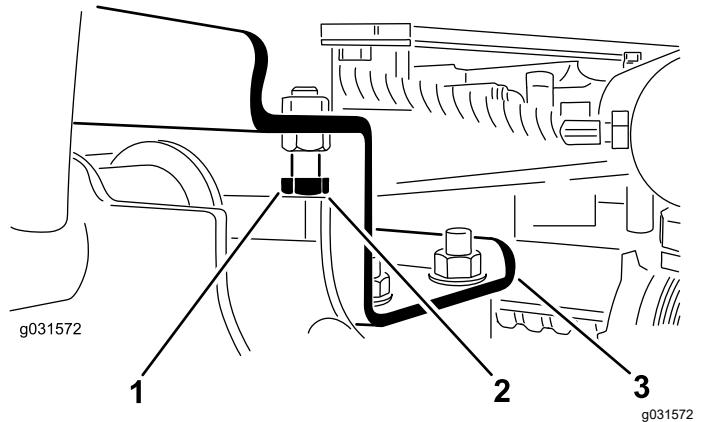

Bild 14
- A. Drehen Sie die Anschlagschrauben heraus (Bild 14).
2. Stellen Sie sicher, dass der Abstand zwischen jedem Hubarm und der Anschlagschraube zwischen 0,13 mm und 1,02 mm liegt, siehe (Bild 14).